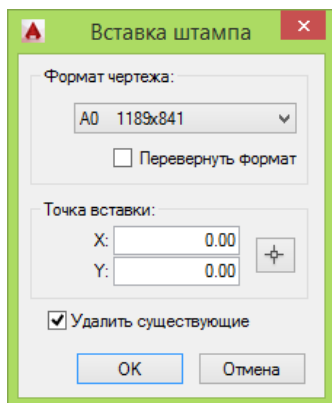

Рис. 6. Диалоговое окно Вставка штампа
4. В диалоговом окне *Формат штампа* (см. Рис. 6) выбрать формат из списка возможных значений, указать левый нижний угол штампа и нажать ОК.